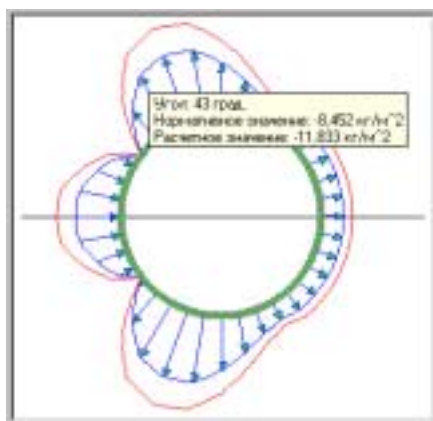

Рис. 2.1.4. Динамическая оцифровка графиков
- динамическая оцифровка графика (рис. 2.1.4), с помощью которой для указанного курсором аргумента на экран монитора выводятся значения функции.